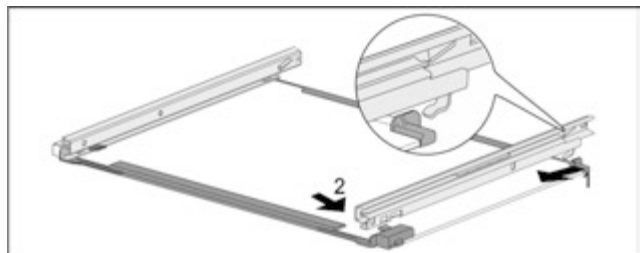

Fig. 78 Скляна пластина з рейками
- ▶ Зачепити рейку ззаду. Fig. 78 (1)
- ▶ Зафіксувати рейку спереду. Fig. 78 (2)